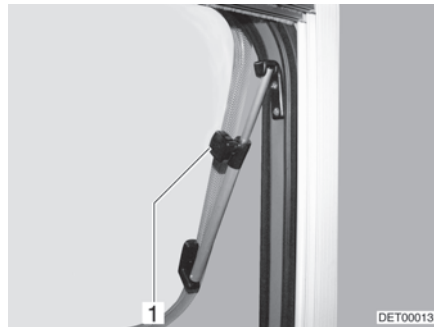

Fig. 89 Oblò con deflettori a rotazione, aperto
- Aprire l'oblò fino alla posizione desiderata e fissarlo mediante il pomello zigrinato (Fig. 89,1).
- Ruotare il pomello zigrinato (Fig. 89,1) fino a che l'arresto viene sbloccato.